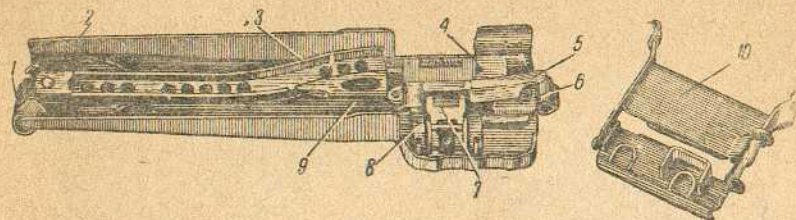

Рис. 7. Крышка короба с подающим механизмом:
**Крышка короба** (рис. 7) является основанием для сборки подающего механизма. Она соединяется с коробом шарнирно с помощью ушка и оси. В задней части крышки имеется защёлка для запирания подающего механизма в коробе.
**Подающий механизм** (см. рис. 7) ползункового типа, с подачей ленты слева направо. Он состоит из подающего рычага с фигурным пазом, вращающегося вокруг неподвижной оси и фиксируемого на оси защёлкой; промежу-